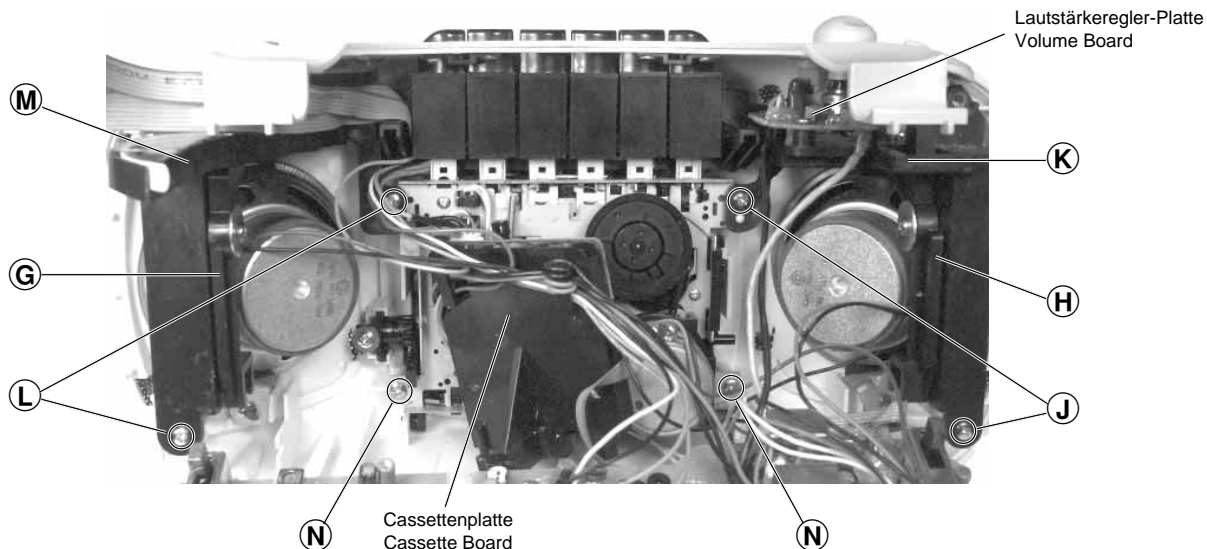

Fig. 6
- 2 Schrauben ② (Fig. 6) herausdrehen.
- Plattenhalter ③ (mit Lautstärkeregler-Platte und Schalthebel ④) abnehmen.
- 2 Schrauben ⑤ (Fig. 6) herausdrehen.
- Zeigerführung ⑥ (mit Schalthebel ⑦) abnehmen.
- 2 Schrauben ⑧ (Fig. 6) herausdrehen.
- Undo 2 screws ② (Fig. 6).
- Remove the board holder ③ (with volume board and switch lever ④).
- Undo 2 screws ⑤ (Fig. 6).
- Remove the pointer guide ⑥ (with switch lever ⑦).
- Undo 2 screws ⑧ (Fig. 6).